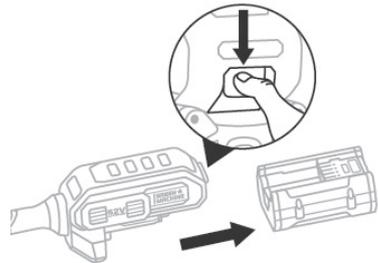

Рис. 16
2. Нажмите кнопку снятия аккумулятора, чтобы освободить аккумулятор от фиксатора (Рис. 16).